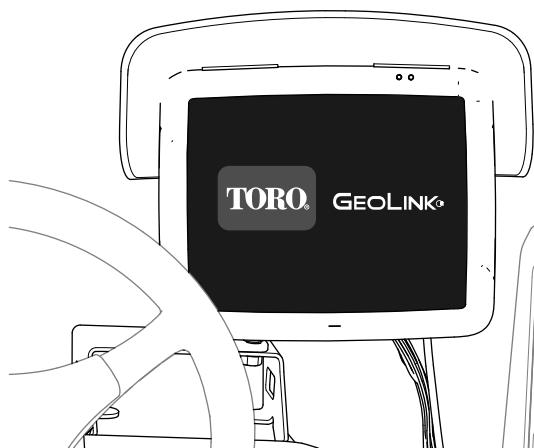

Figura 265
- Consola de control – muestra gráficos y texto (Figura 265)